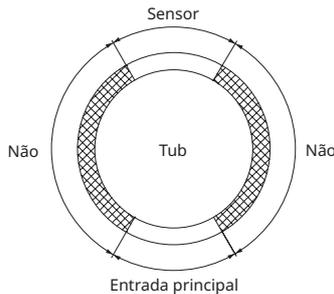

Figura 8: Sensor e entrada do cabo
- O fio condutor precisa sair do isolamento para que nenhuma umidade possa entrar no sistema de isolamento do revestimento. (Figura 8)